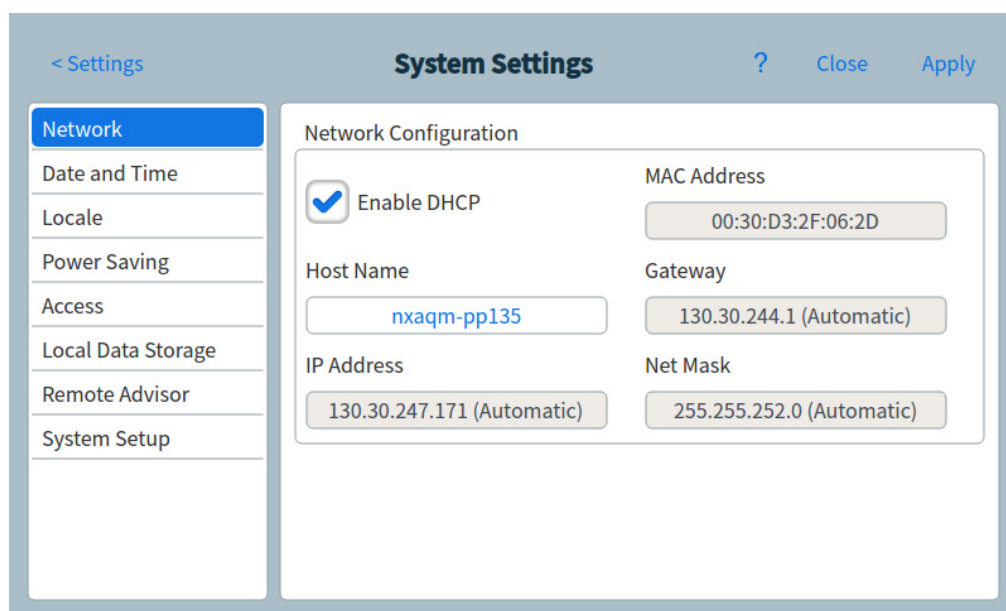

Figura 41 Página de configuración de red)
- 1 En la página System Settings (Parámetros del sistema), pulse el botón de selección de página **Network**. Se abrirá la página de configuración de red). Consulte Figura 41.